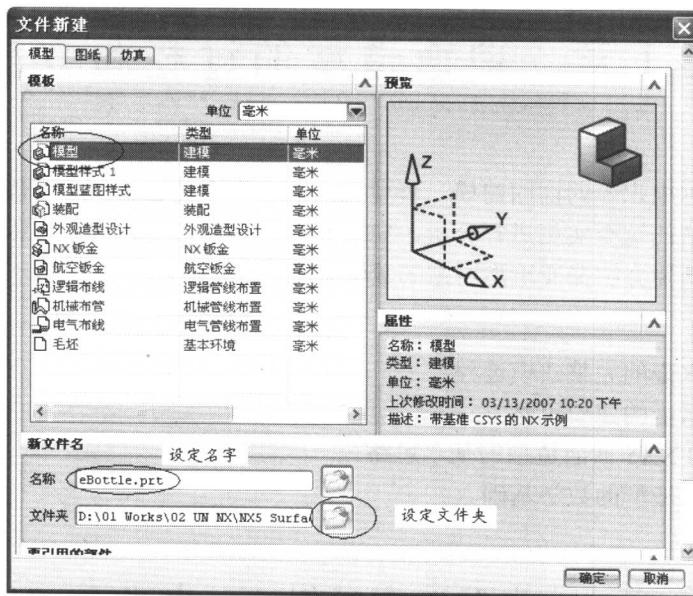

图 1-2
(1) 启动 UG NX5 软件，调用【新建□】功能，在【文件新建】对话框中选择“模型”类型，在“名称”输入栏中设定文件的名称，例如 eBottle.prt，在“文件夹”输入栏中，单击后面的按钮，设定一个存放的文件夹，如图 1-2 所示。